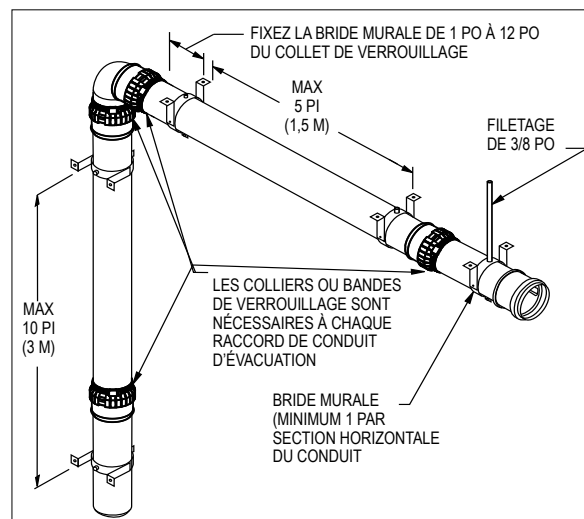

Figure 3
4. Les longueurs du conduit vertical doivent être supportées tous les 10 pieds (3 mètres) ou moins. Les longueurs du conduit horizontal doivent être supportées tous les 5 pieds (1,5 mètre) ou moins. (Fig.3)
5. Les coudes et les tés sont suffisamment supportés en fixant un support mural à une distance allant de 1 po à 12 po du raccord de coude ou de té. (Fig.3)